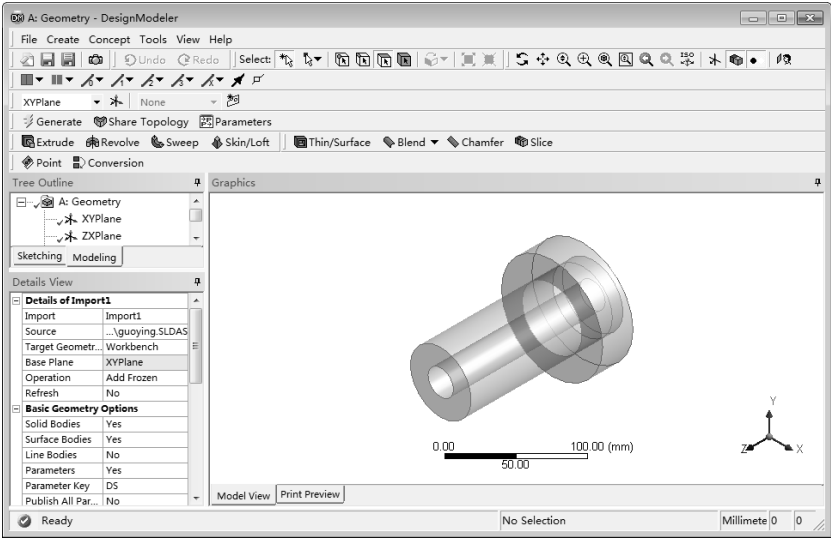

图 8-71 生成几何图形后的 DesignModeler 界面
4) 进入 DM 后，设计树中【Import1】节点前面显示⚡，表示需要生成，图形窗口没有图形显示，单击 **Generate** 按钮，生成几何体，即可在窗口右侧显示出几何图形，如图 8-71 所示。